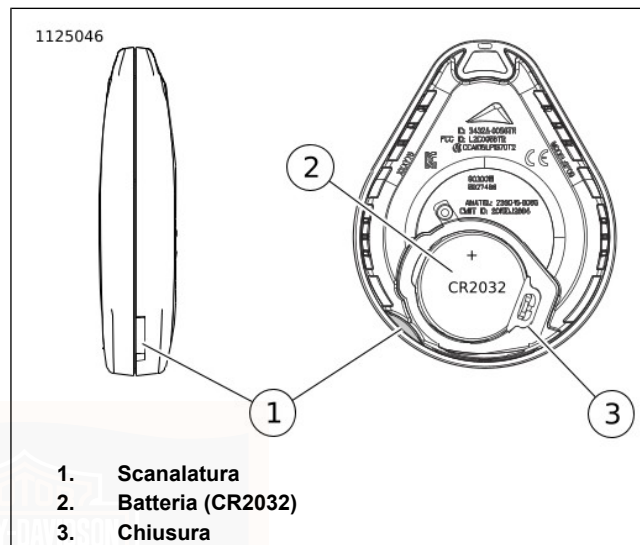

Figura 41. Sostituire la batteria del portachiavi elettronico
- a. Vedere Figura 41 . Inserire una lama sottile nella scanalatura (1).